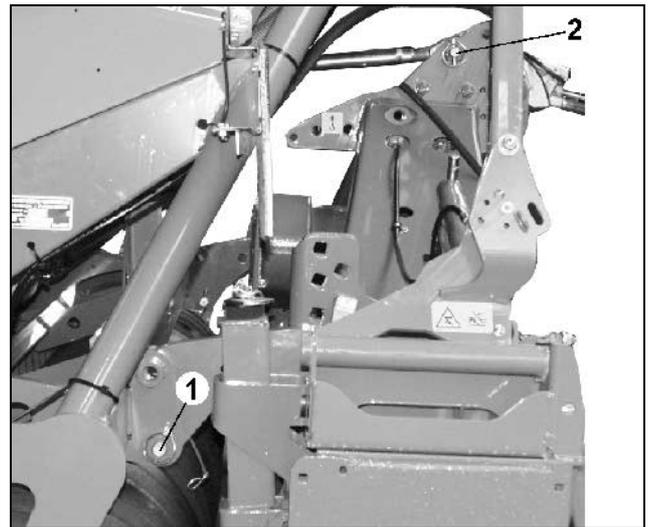

Fig. 40
- Brochez les tourillons de la fixation de bras d'attelage inférieurs (Fig. 40/1) à gauche et à droite et bloquez avec la vis à tête cylindrique et l'écrou.
- Brochez l'axe du tirant (Fig. 40/2) et goupillez en sécurité.